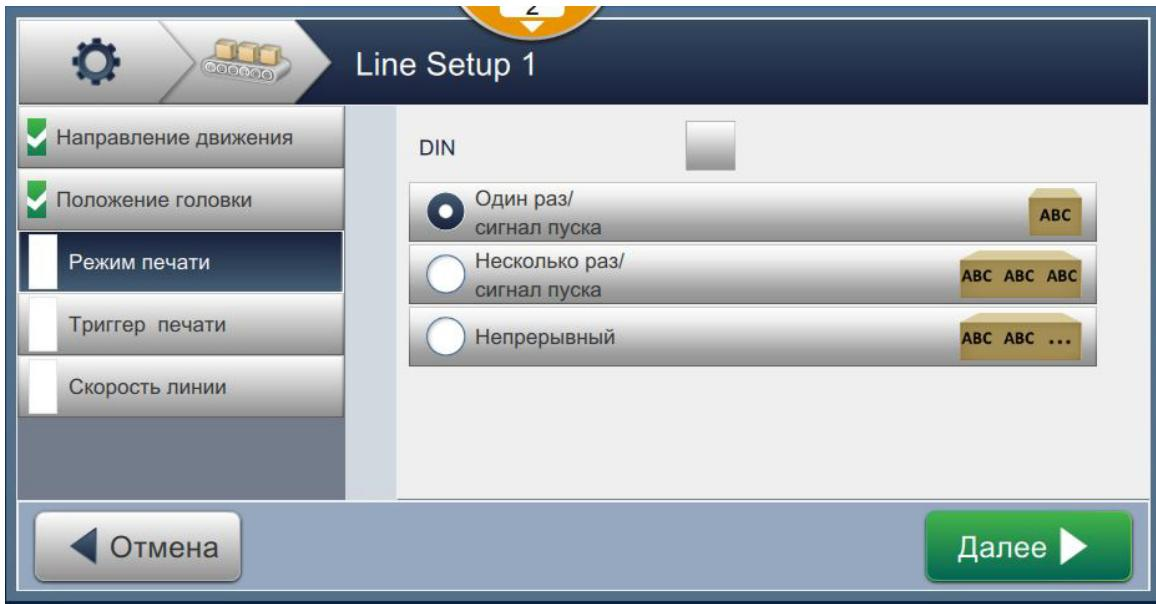

Рис. 6-29: Наладка линии – режим печати
1. Нажмите параметр *Режим печати* на экране параметров наладки линии, как показано на Рис. 6-29.
1. Выберите параметр *Множественный*, как показано на Рис. 6-29. Нажмите кнопку **Далее >**.
- Выберите параметр *Непрерывный*, как показано на Рис. 6-29. Нажмите кнопку